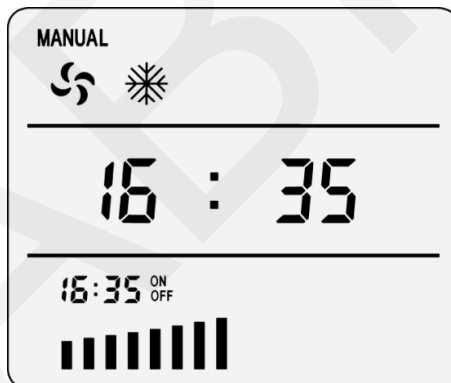

Рисунок 8-9
- 5) Нажмите кнопку  еще раз, для закрепления настроек. Отображение значков, "ON" и "OFF", на дисплее означает, что время включения охладителя установлено (рис. 8-9).